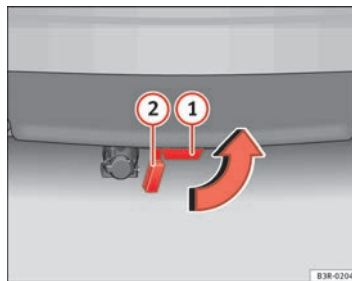

Fig. 171 Parachoques trasero: colocar el tapón
- Extraiga la rótula del tubo de enclavamiento tirando de ella hacia abajo **1** ⇒ **página 218, fig. 171**. Al hacerlo, la chapaleta de cierre que hay en el tubo de enclavamiento **2** lo cerrará automáticamente.